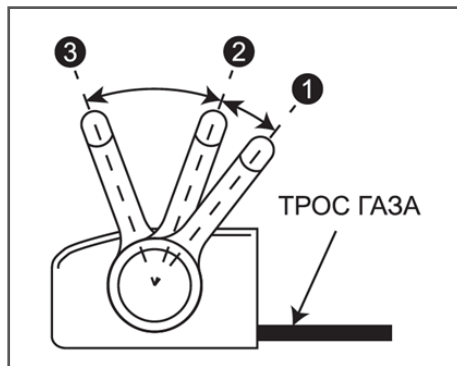
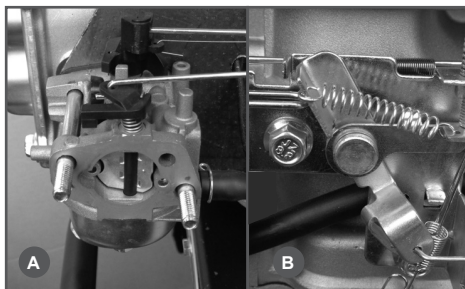
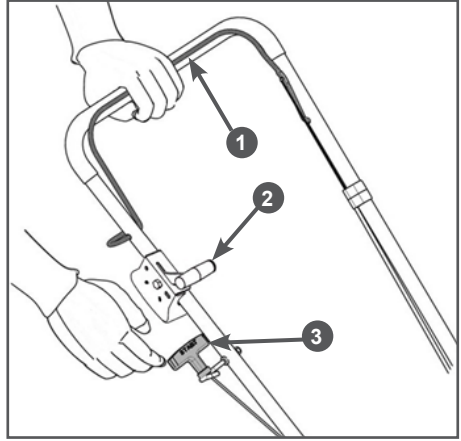

Рис. 7 Положения рычага газа
Рис. 8 Воздушная заслонка карбюратора закрыта
Рис. 12 Запуск двигателя
После правильной регулировки троса газа рычаг газа имеет три рабочих положения (Рис. 7).
При установке рычага газа в положение «1» (Рис. 7), рычаг управления на панели управления оборотами двигателя должен, толкая тягу управления воздушной заслонкой (Рис. 8В), полностью закрывать воздушную заслонку карбюратора (Рис. 8А).
Проконтролировать закрытие воздушной заслонки карбюратора можно только при снятых крышке воздушного фильтра и воздушном фильтре. Для наглядности на Рис. 8А корпус воздушного фильтра снят.
Перед запуском двигателя, несколько раз задействуйте рычаг 1 остановки двигателя (Рис. 12). Убедитесь, что трос остановки двигателя движется свободно, и что рычаг остановки двигателя работает должным образом.
- Закройте воздушную заслонку карбюратора, для этого установите рычаг газа (Рис. 12 п. 2) в положение «1» (Рис. 7).
- Нажмите и удерживайте рычаг 1 остановки двигателя левой рукой (Рис. 12).
5. После запуска двигателя откройте воздушную заслонку карбюратора. Для этого переведите рычаг газа из положения «1» в положение «3» (Рис. 7). После этого прогрейте двигатель на холостых оборотах в течение 30 секунд.
После запуска прогретого двигателя работу можно начинать сразу, для этого переведите рычаг газа из положения «3» в положение «2» (Рис. 7).
При возникновении аварийной ситуации, для экстренной остановки двигателя отпустите рычаг 1 остановки двигателя (Рис. 12).
4. Отпустите рычаг 1 остановки двигателя (Рис. 12).